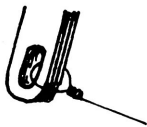

Fig. 6.4.2.2 1.
- Serrer les lamelles entre elles en faisant une boucle avec du fil de cuivre argenté de 0,6 mm de diamètre (fig. 6.4.2.2.1) - Souder ensuite les lames entre elles (opérations déjà effectuées sur les condensateurs personnalisés).
- Repérer la lame qui n'est pas en contact avec la tête de la vis de réglage et y souder un fil du lot 4 (fig. 6.4.2.2.2).